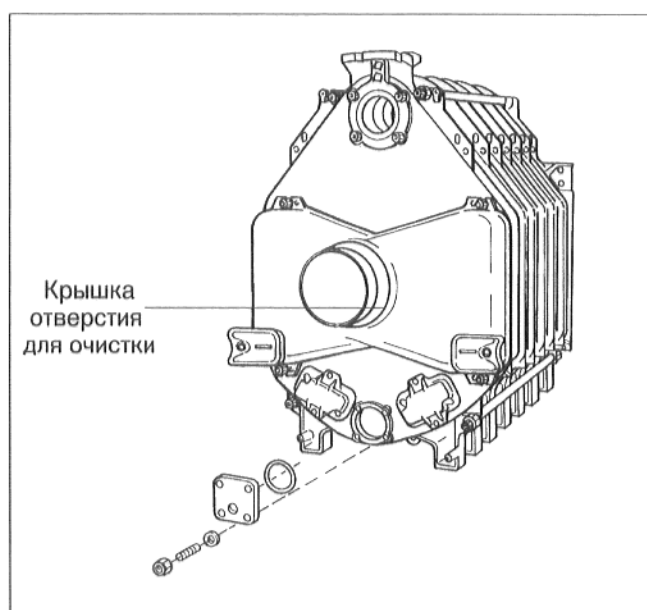

Рис. 18
- Вложить уплотнения в паз вокруг отверстия для очистки (рис. 18).
- Насадить крышку для отверстия очистки на шпильки соответственно изображению на рис. 18. Надеть на шпильки шайбы и закрепить крышку гайками.